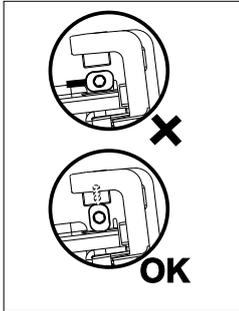

figure 12.2.f
- verwijder de brandercassette (18) uit de ventilatorunit (fig. 12.2.d);
- vervang de pakking (17) tussen brander (18) en bovenbak (15);
- vervang de pakking (16) tussen bovenbak (15) en wisselaar;
### Sifon en condensbak (zie fig. 12.2.g - i)